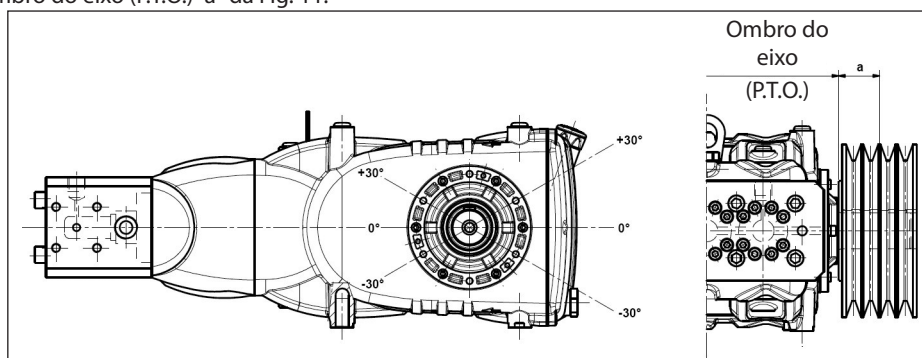

Fig. 11
A carga radial sobre o eixo não deve ser superior a 7500 N (valor necessário para a definição do layout). A transmissão é considerada adequada, se tal carga é aplicada a uma distância máxima de **a=40 mm** do ombro do eixo (P.T.O) conforme indicado na Fig. 11.
- b) Use correias de alto rendimento - por exemplo **XPB** ao invés de **SPB** - pois será necessário uma quantidade inferior de correias com a mesma potência transmitida e uma consequente distância inferior do resultante em relação ao ombro do eixo (P.T.O.) "a" da Fig. 11.
- e) Siga a direção da tensão da correia, conforme indicado na Fig. 11 para exigências diferentes, contate o **Departamento Técnico** ou o **Serviço de Assistência Técnica**.